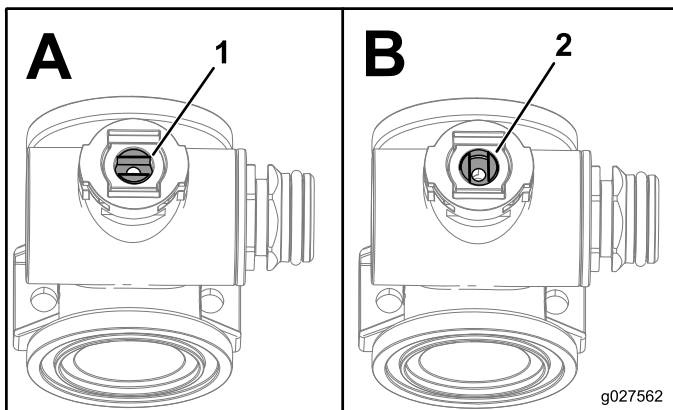

図 1
9. バルブのステムを 閉 にセットする 挿入図 B; 図 1。
12. バルブのステムを 開 にセットする 挿入図 A; 図 1。